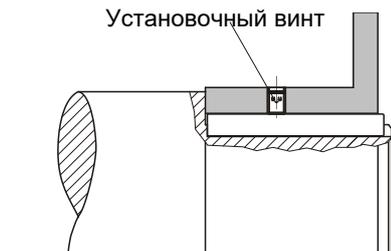

Рис. 4
- ❑ Для осевого крепления в качестве альтернативы прижимной крышке предусматривается дополнительный установочный винт (ISO 4029 – 45H) (см. рис. 4 и 5). Необходимо соблюдать указанные в таблице 1 размеры установочных винтов и моменты затяжки.